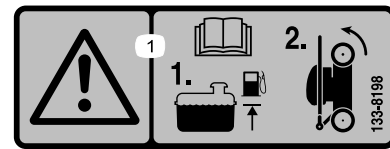

Figure 20
1. Assurez-vous que le niveau de carburant dans le réservoir ne dépasse pas celui recommandé par le constructeur du moteur ; reportez-vous à l'autocollant du constructeur apposé sur le moteur (Figure 20).